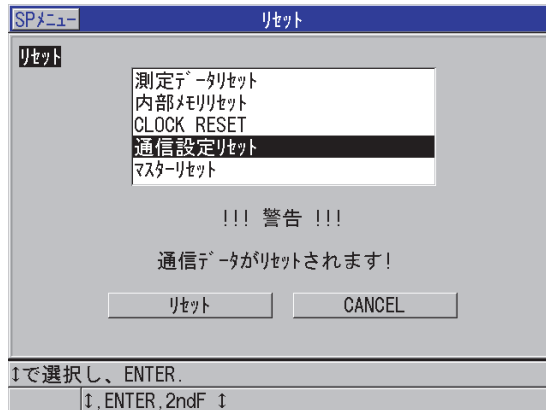

図 14-10 通信リセットの選択
3. リセット画面で、以下の操作を行います (274 ページの図 14-10 参照)。